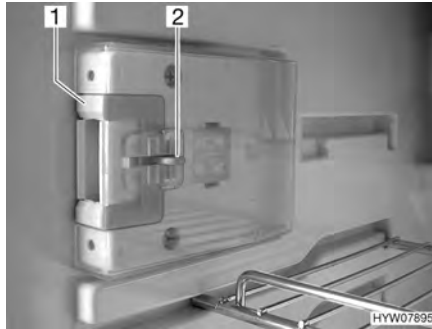
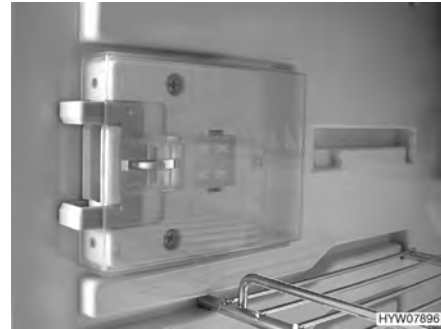

Bild 150 Låsanordning i normaläge
Bild 151 Låsanordning i ventilationsläge
- Tryck in frigöringen (Bild 150,2).
- Skjut låsanordningen (Bild 150,1) framåt (Bild 151).